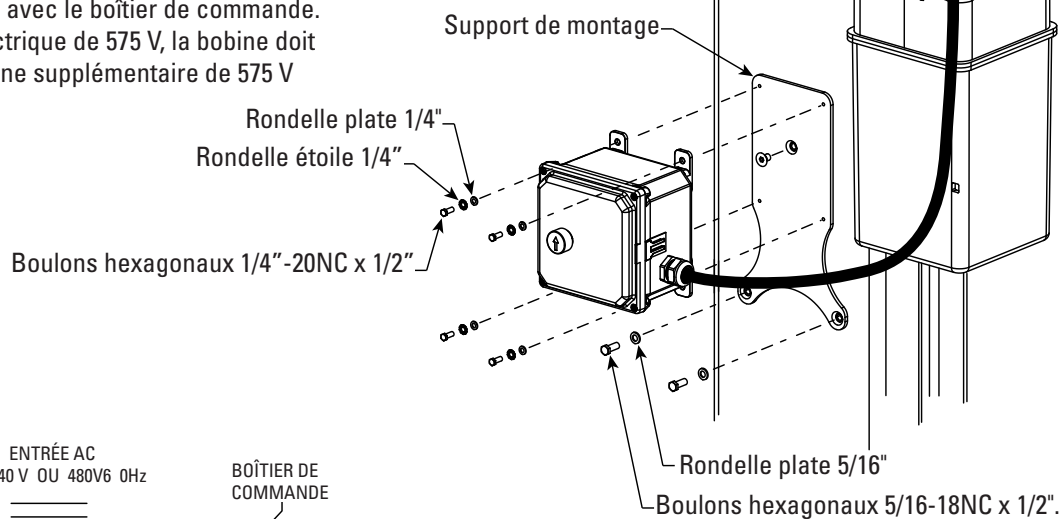

Fig. 16a
- Fixez le support de montage sur la colonne, comme illustré à la Fig. 16a, en utilisant (1) vis à métaux à tête fraisée et douille 5/16" - 18NC x 1/2", boulons hexagonaux (2) 5/16" - 18NC x 1/2" et (2) rondelles plates de 5/16".
- Fixez le boîtier de commande au support à l'aide de (4) boulons hexagonaux 1/4"-20NC x 1/2", (4) rondelles plates 1/4" et (4) rondelles étoile 1/4".